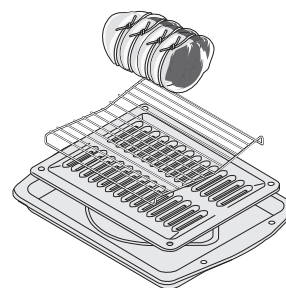

Figure 23 : Lèchefrite, grille et grille de rôtissage
4. Placez la viande (le côté gras vers le haut) sur la grille (Figure 23). Placez l'aliment préparé sur la grille et glissez-la à l'intérieur du four.
- Utilisez la lèchefrite et sa grille, ainsi que la grille de rôtissage (Figure 23) (sur certains modèles). La lèchefrite recueille les écoulements de graisse et sa grille évite les éclaboussures. La grille de rôtissage supporte la pièce de viande.
- Utilisez toujours la lèchefrite et sa grille lorsque vous effectuez une cuisson au gril, si celles-ci sont fournies. Elles permettent à la graisse de s'écouler à l'écart de la chaleur intense de l'élément du gril (Figure 23).